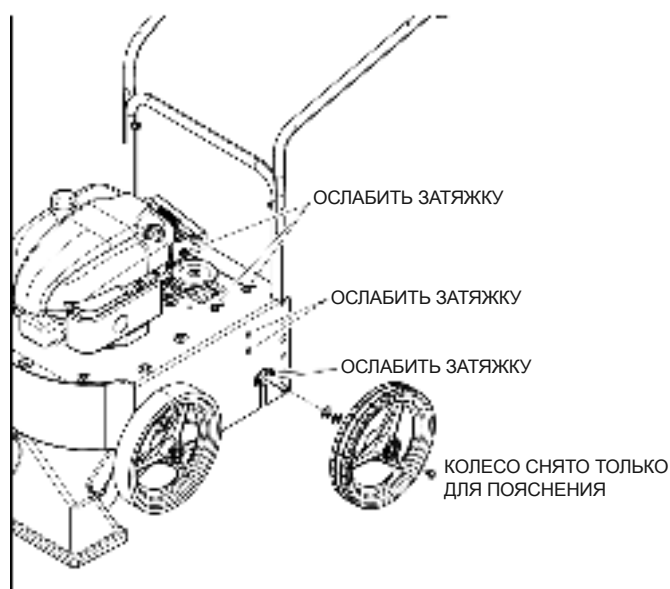

Рис. 5.2. Ослабить крепление болтов 1/4 дюйма
2. Ослабьте затяжку трех несущих болтов 1/4 дюйма, которые крепят сварной корпус трансмиссии (рис. 5.2).